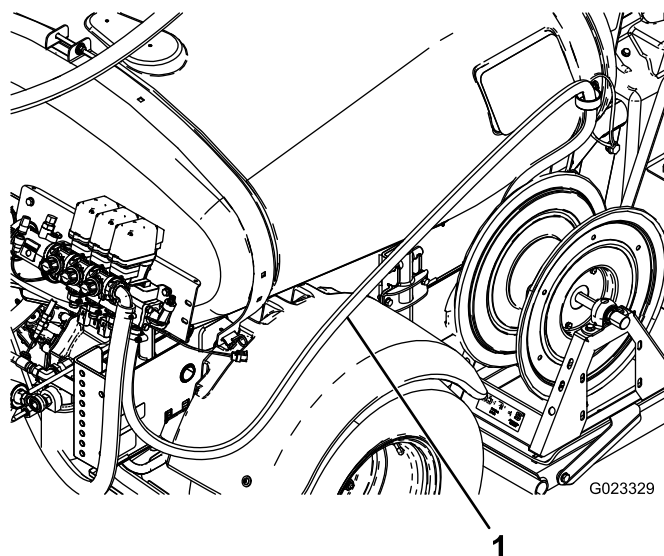

Figure 12
6. Acheminez le flexible d'alimentation comme montré à la Figure 12 et fixez-le au dévidoir avec un collier.